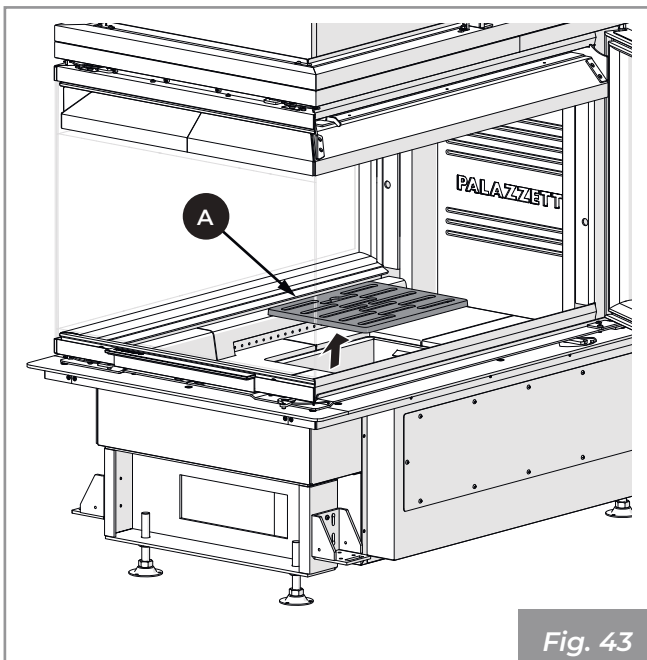

Fig. 43
- 1) Assicurarsi che la griglia (A) (Fig. 43) sia libera da eventuali residui di combustione che possano ostruire il libero passaggio d'aria. Rimuoverla ed effettuare la pulizia del focolare utilizzando una scopetta (non in dotazione) facendo convogliare i residui della combustione nel cassetto cenere. Fare attenzione ad eventuali braci ardenti.